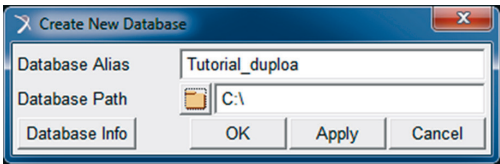

Figura 5.4 – Preenchimento sugerido da janela *Create New Database*.
- Na caixa de diálogo *Create New Database* preencha o campo *Database Alias* com o nome do diretório de trabalho e, no campo *Database Path*, informe seu caminho (Figura 5.4).